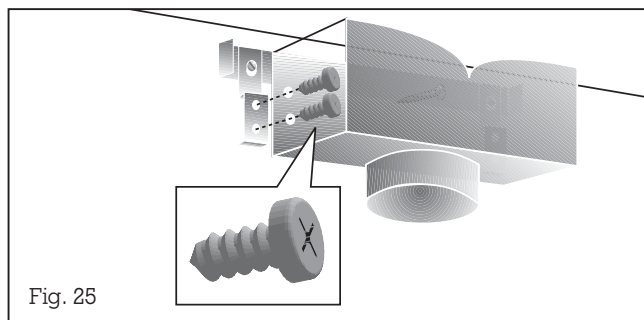

Fig. 25
- Skruva ihop huset för luftstyrningen och skruva fast det i de 2 fästvinklarna (fig. 25).